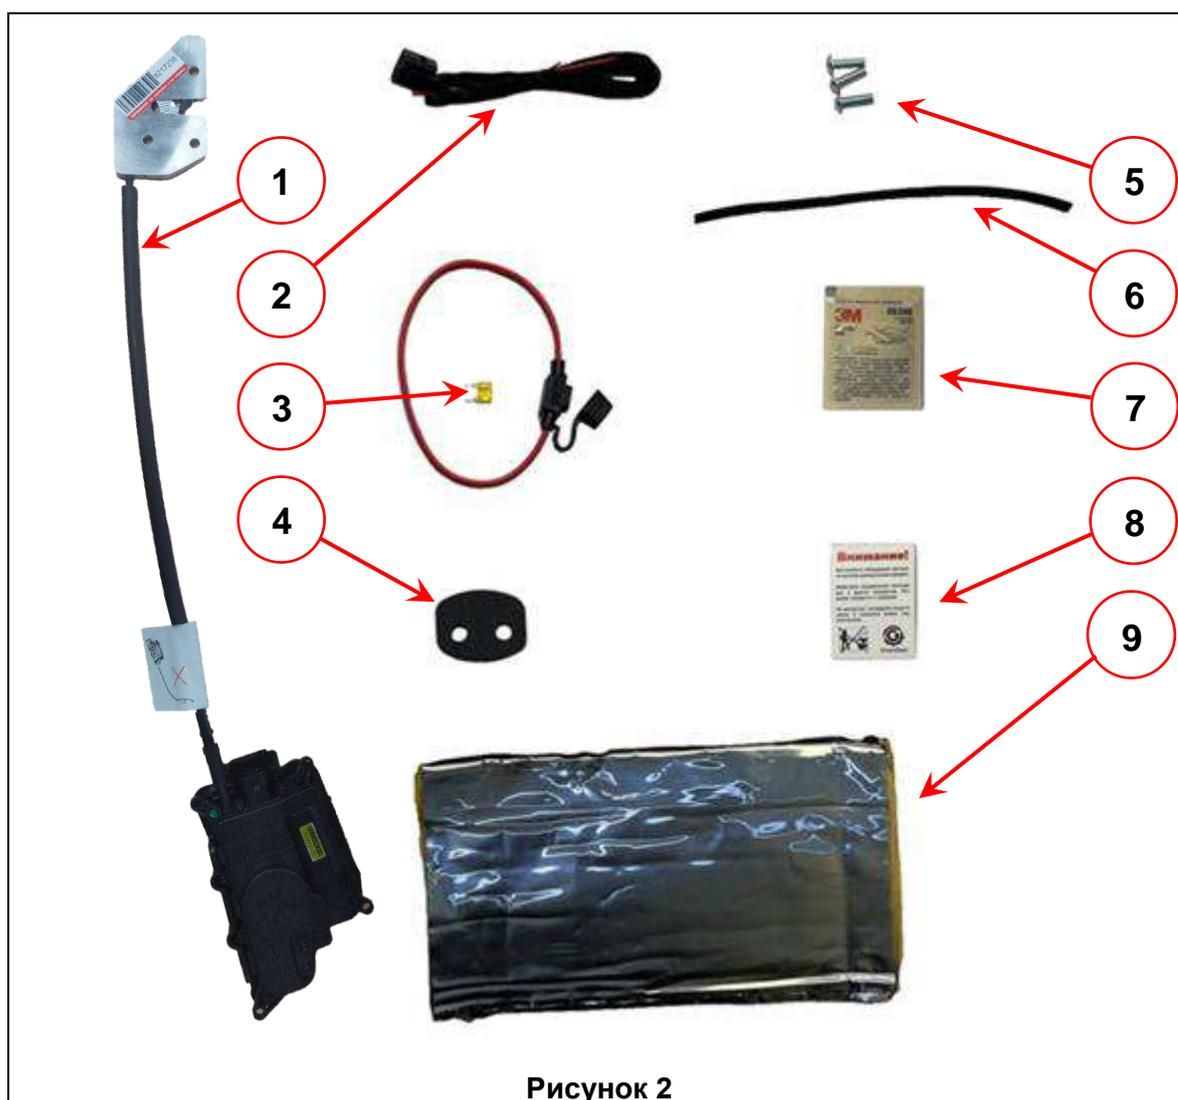

Рисунок 2
Состав комплекта (см. рисунок 2):
1. Приклеить самоклеющуюся уплотнительную ленту **6, рис. 2** на внутреннюю панель двери в месте прилегания штатного замка двери таким образом, чтобы её расположение совпало с расположением штатного уплотнителя замка двери. Это необходимо для защиты замка двери и силового элемента закрывания двери (далее пластины доводчика) от попадания воды. На **рисунке 3** указано ориентировочное положение установленной уплотнительной ленты (**позиция 1**), относительно панели двери (**позиция 2**).
3. Совместить пластину доводчика **4 рис. 1** со штатным замком и закрепить на панели двери входящими в комплект винтами **5 рис. 2** как указано на **рисунке 5**. Резьбу винтов предварительно смазать анаэробным фиксатором резьбы слабой фиксации. Убедиться что «собачка» пластины доводчика перемещается свободно, без заеданий по причине чрезмерной затяжки винтов.
4. Обезжирить намеченный для установки корпуса доводчика участок панели двери, приклеить лист виброизоляции **9, рис. 2** как указано на **рисунке 4**.
5. Протереть поверхность листа виброизоляции входящей в состав комплекта салфеткой, пропитанной праймером **7, рис. 2**. Снять защитную плёнку с клейкой поверхности установочного корпуса и приклеить установочный корпус вместе с вставленным в него мотор-редуктором доводчика на установленный ранее лист виброизоляции.
- !** При отворачивании винтов следует учитывать, что внутренняя закладная пластина, в которую вворачиваются винты, может упасть внутрь стойки кузова. Вставить между панелью стойки кузова и пластиной ответной части замка пакет входящих в комплект регулировочных проставок **4, рис. 2**. Толщину пакета регулировочных проставок необходимо подобрать в соответствии с толщиной пластины доводчика, чтобы компенсировать смещение замка. Ориентировочная суммарная толщина пакета проставок около 4,5 мм. Закрепить ответную часть замка в соответствии с разметкой. Положение ответной части замка, установленной с комплектом проставок показано на **рисунке 6**.
1. Приклеить самоклеющуюся уплотнительную ленту **6, рис. 2** на внутреннюю панель двери в месте прилегания штатного замка двери таким образом, чтобы её расположение совпало с расположением штатного уплотнителя замка двери. Это необходимо для защиты замка двери и пластины доводчика от попадания воды. На **рисунке 3** указано ориентировочное положение установленной уплотнительной ленты (**позиция 1**), относительно панели двери (**позиция 2**).
Вставить между панелью стойки кузова и пластиной ответной части замка пакет входящих в комплект регулировочных проставок **4, рис. 2**. Толщину пакета регулировочных проставок необходимо подобрать в соответствии с толщиной пластины доводчика, чтобы компенсировать смещение замка. Ориентировочная суммарная толщина пакета проставок около 4,5 мм. Закрепить ответную часть замка в соответствии с разметкой. Положение ответной части замка, установленной с комплектом проставок показано на **рисунке 6**.
1. Подключить к проводам доводчиков постоянное напряжение 12 В через входящую в комплект доводчика предохранительную колодку с предохранителем **3 рис. 2**. Для подключения использовать проводку с постоянным напряжением 12 В максимальной мощности, находящуюся в каждой двери автомобиля.